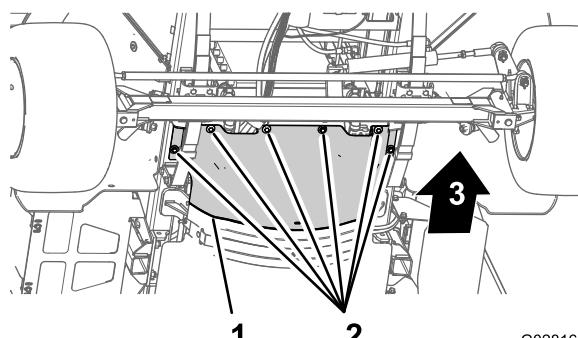

图 56
3. 卸下将前隔热罩固定至底盘的 6 个六角头螺栓和 6 个垫圈然后取下隔热罩 图 56。